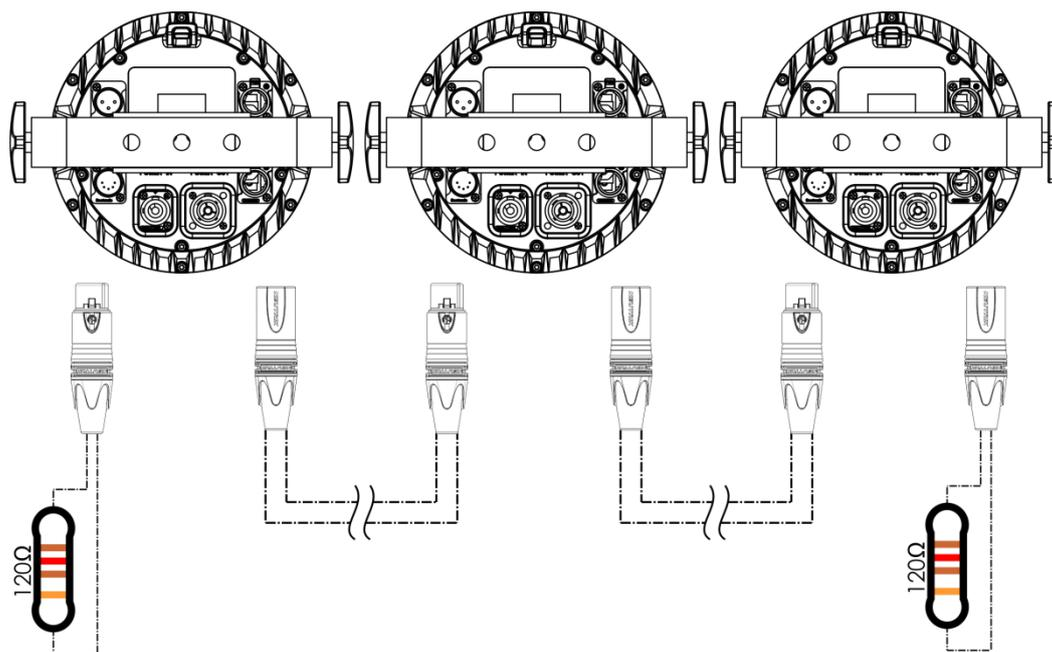

Fig. 03
- 04) Conecte las unidades entre ellas como se indica en la Fig. 03. Conecte un cable DMX que vaya desde el conector DMX OUT (salida) de la primera unidad al conector DMX IN (entrada) de la segunda unidad. Conecte las unidades segunda, tercera y cuarta entre ellas.